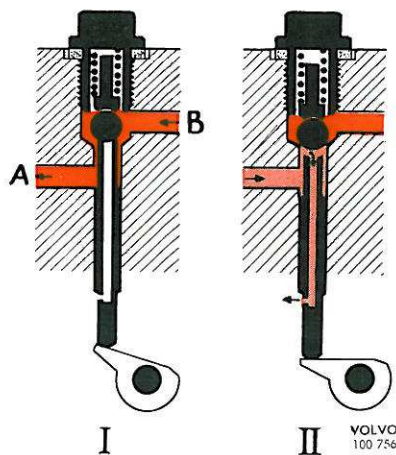
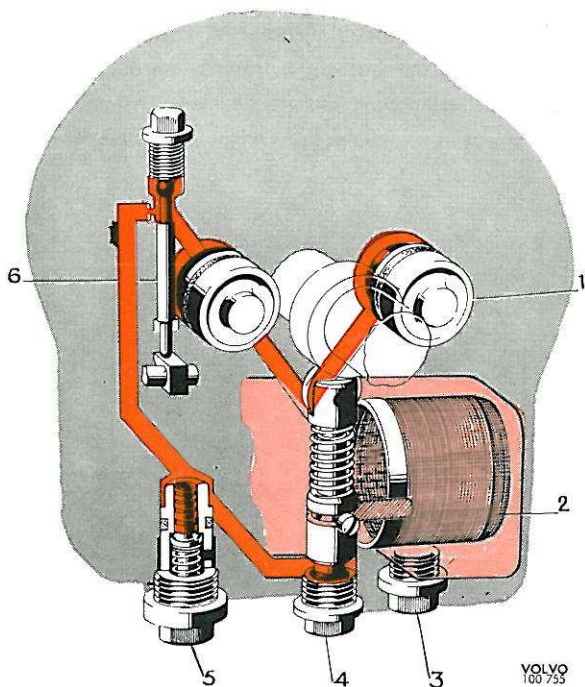

Fig. 5. Clapet de commande, ancien modèle
Fig. 4. Circuit hydraulique, nouveau modèle
Dans le surmultiplicateur se trouve une pompe à piston (4, Fig. 4) qui est commandée par un excentrique de l'arbre secondaire de la boîte de vitesses. A l'ouverture du clapet de commande (6) (I, Figs. 5 et 6), l'huile est refoulée sous pression de la pompe aux cylindres (1) en passant par ce clapet. Les pistons dans ces cylindres pressent alors le cône d'accouplement vers l'avant pour le mettre en contact avec le tambour d'accouplement.
Sur les surmultiplicateurs d'ancien modèle, la tige de clapet effectue un mouvement descendant et le clapet à bille ferme la communication entre la pompe et les cylindres. L'huile contenue dans les cylindres passe alors à travers la tige clapet creuse pour revenir dans la boîte de vitesses, voir II, Fig. 5. Le cône d'accouplement est alors repoussé en arrière par le ressort.
La crépine d'huile doit être nettoyée à chaque vidange. Commencer donc par vider l'huile ancienne en enlevant le bouchon (3, Fig. 4) marqué "Drain" sous la crépine. Le nettoyage se fait ensuite de la manière suivante:
6. Remonter la pompe et le clapet dans l'ordre inverse du démontage. S'assurer que le joint du bouchon (3, Fig. 4) est en bon état. Faire le plein d'huile.